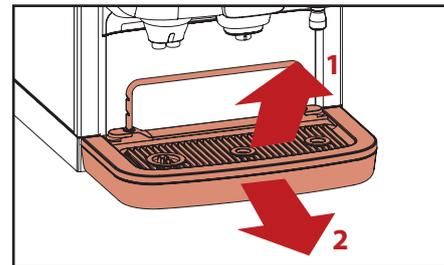

Fig. 5.3 – Retirada das bandejas de xícaras e de gotejamento
2. Retire a bandeja de xícaras levantando-a da barra (fig. 5.3, 1),
3. Retire a bandeja de gotejamento (fig. 5.3, 2).